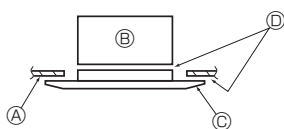

Fig. 8-7
8.3.3. Fissaggio della griglia (Fig. 8-7)
- (A) Soffitto